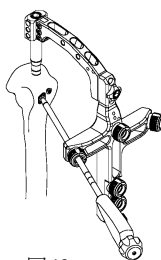

図19
20) 必要に応じてワッシャーを併用し骨片を固定する場合は、予めワッシャーをスクリューに取り付け、スクリュースリーブを介さず挿入します。（図19）